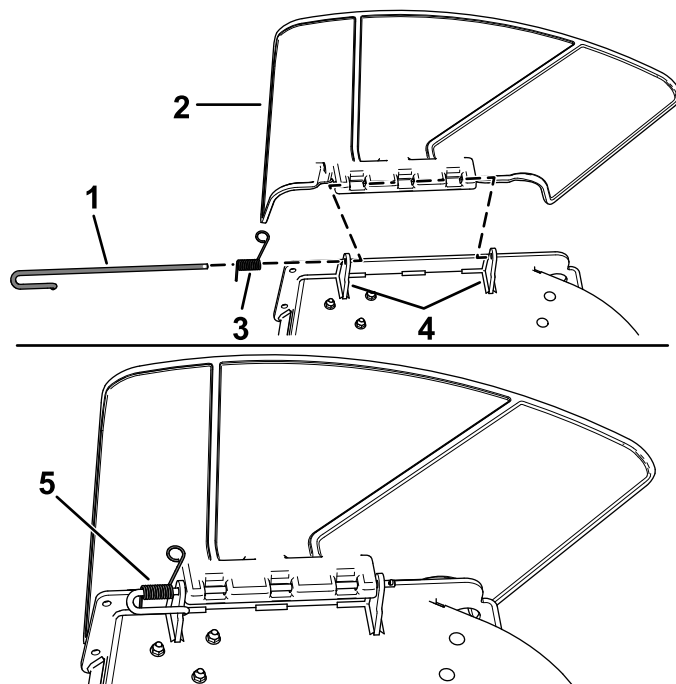

Figure 65
1. Désengagez le ressort du cran dans le support de déflecteur et sortez la tige des supports soudés du tablier, du ressort et du déflecteur d'éjection (Figure 65).